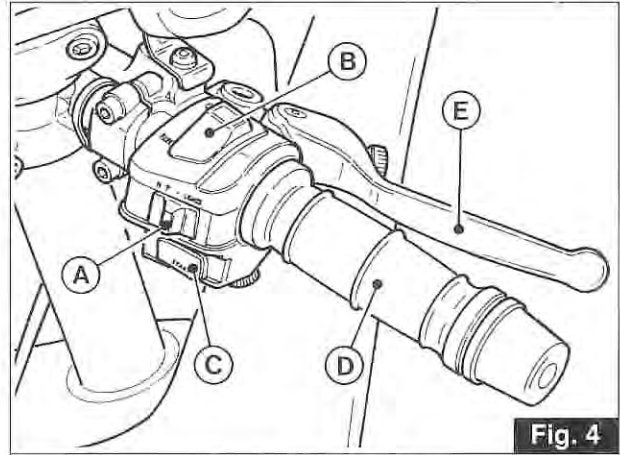

Fig. 4
**Posizione «P»** sterzo bloccato. Motore spento; con l'interruttore «A» di fig. 4 in posizione «P» si ha la luce di parcheggio. Chiave estraibile.
**Position «P»** steering locked. Engine off; with switch «A» of fig. 4 in position «P» the parking light is on. Key removable.
**Interruttore «A»** (fig. 4)
### 3.6 PULSANTE AVVIAMENTO ED INTERRUPTORE DI FERMO MOTORE (fig. 4)
**Switch «A»** (fig. 4)
### 3.6 STARTER BUTTON AND ENGINE STOP SWITCH (fig. 4)
### 3.7 MANOPOLA COMANDO GAS («D» di fig. 4)
### 3.8 LEVA COMANDO FRENO ANTERIORE («E» di fig. 4)
### 3.7 THROTTLE TWIST GRIP («D» in fig. 4)
### 3.8 BRAKE LEVER, FRONT BRAKE («E» in fig. 4)